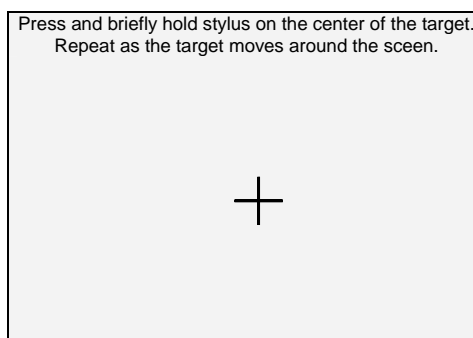

Fig. 17: Videata calibrazione "touch screen"
2. Premendo e mantenendo leggermente premuto il puntatore PT400 sul punto centrale della croce a display (vedere Fig. 17) trascinarla verso i quattro angoli del display.